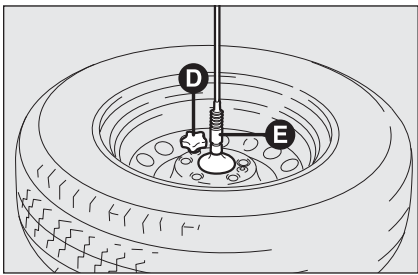

fig. 7b
- prélever la roue remplacée, la raccrocher au support **E**-fig. 7b et visser le pommeau **D**-fig. 7b;